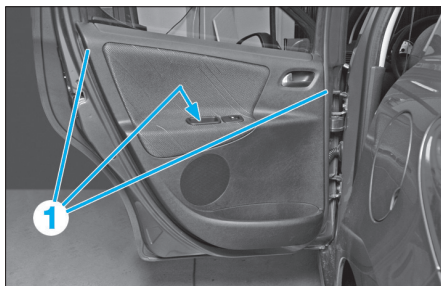

Fig. 65
- Déposer les 3 vis (1) (Fig.65).